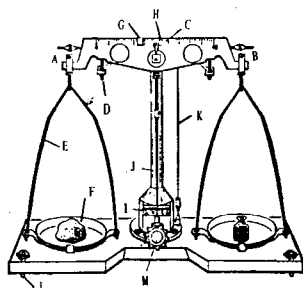

图1-9
1. 天平的构造 天平的构造如图1-9所示。天平实际上是一个杠杆，支点在中央刀口 C 处， C 置于刀座上，使横梁能自由